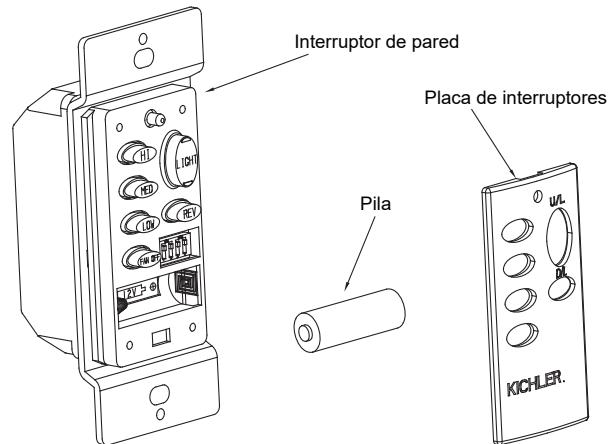

Fig. 19
Paso 1. Use un destornillador plano pequeño en la parte superior o inferior de la placa de interruptores para separar con cuidado la placa de interruptores del interruptor de pared. Instale la pila de 12 voltios incluida con el sistema de control de montaje en pared y asegúrese de que esté correctamente colocada. Sustituya la placa de interruptores (**Fig. 19**).
Paso 2. Pruebe el transmisor presionando y soltando CUALQUIER botón. Una luz ROJA debe encenderse. Si no es así, compruebe que la pila está colocada y asentada correctamente (**Fig. 19**).